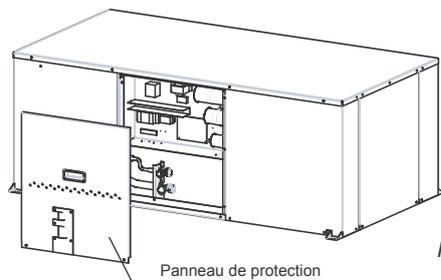

Fig.14-2
14.3 Schéma de câblage (Référez-vous aux Fig. 14-2~14-5)